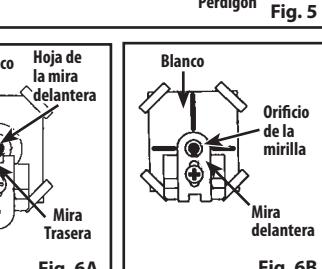

Fig. 5
3. Con el cerrojo en posición abierta, introduzca una baqueta (se vende por separado) por el extremo de la boca del cañón y empuje suavemente el perdigón atorad hasta el puerto de carga de perdigones (delante del cerrojo) (Fig. 5).